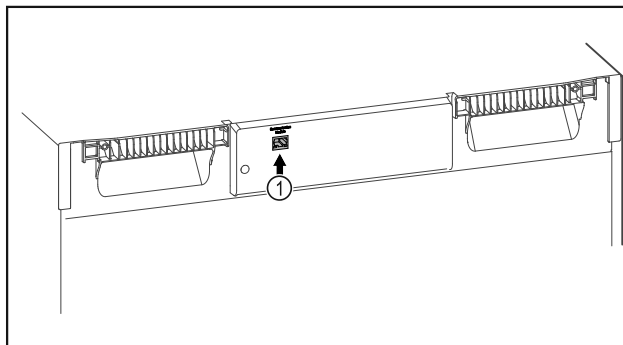

Fig. 140
- Le SmartModule Fig. 140 (1) est en place.